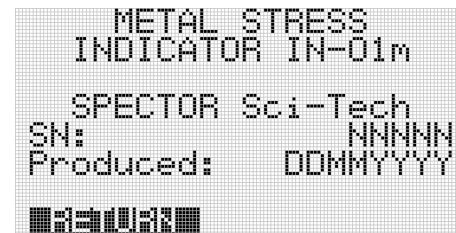

Рис.3.8. Окно настройки параметров индикатора механического напряжения металла ИН-01м
3.4.4.5. Device info – режим отображения заводской информации об индикаторе механического напряжения металла ИН-01м: наименование прибора, производитель, пятизначный серийный номер и дата его производства в формате DDMMYYYY (рис.3.8).